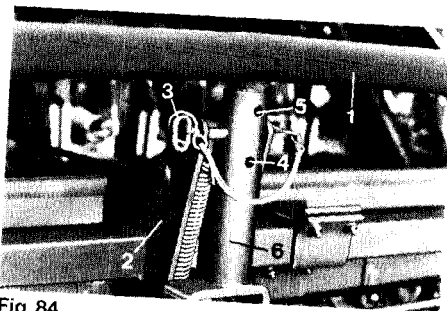
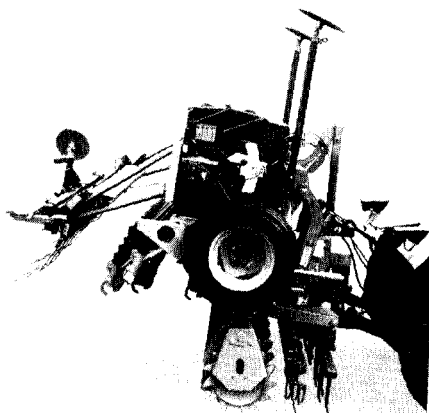

Fig. 84
Fig. 85
Het sporenmarkeurframe (Fig.84/1) is schuin te stellen door het losdraaien van de borgingsbouten (Fig. 84/3) van de kant waarop de naloopmarkeringsschijven bevestigd zijn, en als volgt op te steken:
- Opsteekgat voor (Fig.84/4); voor eenzijdig spoortrekken rechts.
- Opsteekgat achter (Fig.84/5); voor eenzijdig spoortrekken links.
In de transportstand kunnen montageframe (Fig.84/2) en draagframe (Fig.84/6) met de pennen (Fig.84/3) omhoog worden gesteld en geborgd. Het „naloopmarkeringsapparaat“ (Fig.84/3) is nu omhoog gezet boven de Exakt-egge. Fig. 85 toont een combinatie met het AMAZONE „Huckepack“-systeem en een D8-30 EN met naloopmarkeur in transportstand.
Op **openbare wegen** dient het naloopmarkeurframe (Fig.84/1) compleet te worden afgenomen.